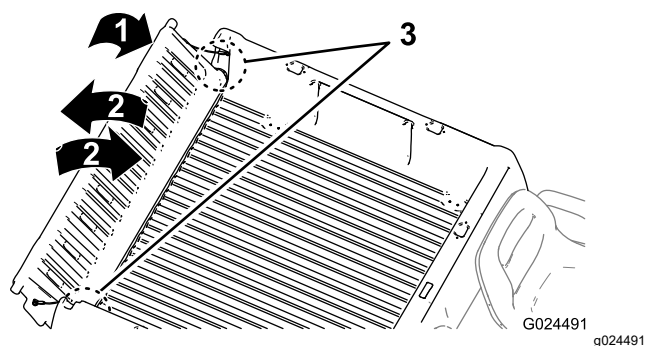

図 17
2. テールゲートを 45°程度の角度にする 図 17。
3. この位置から、テールゲートを小刻みに前後に振るように数回往復させる 図 17。